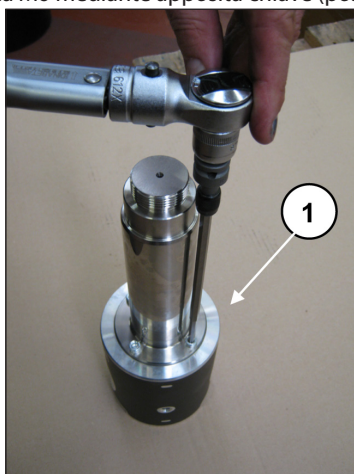

Fig. 46
Per separare lo stelo dal guida pistone occorre svitare le viti a testa cilindrica M6 mediante apposita chiave (pos. ①, Fig. 46).